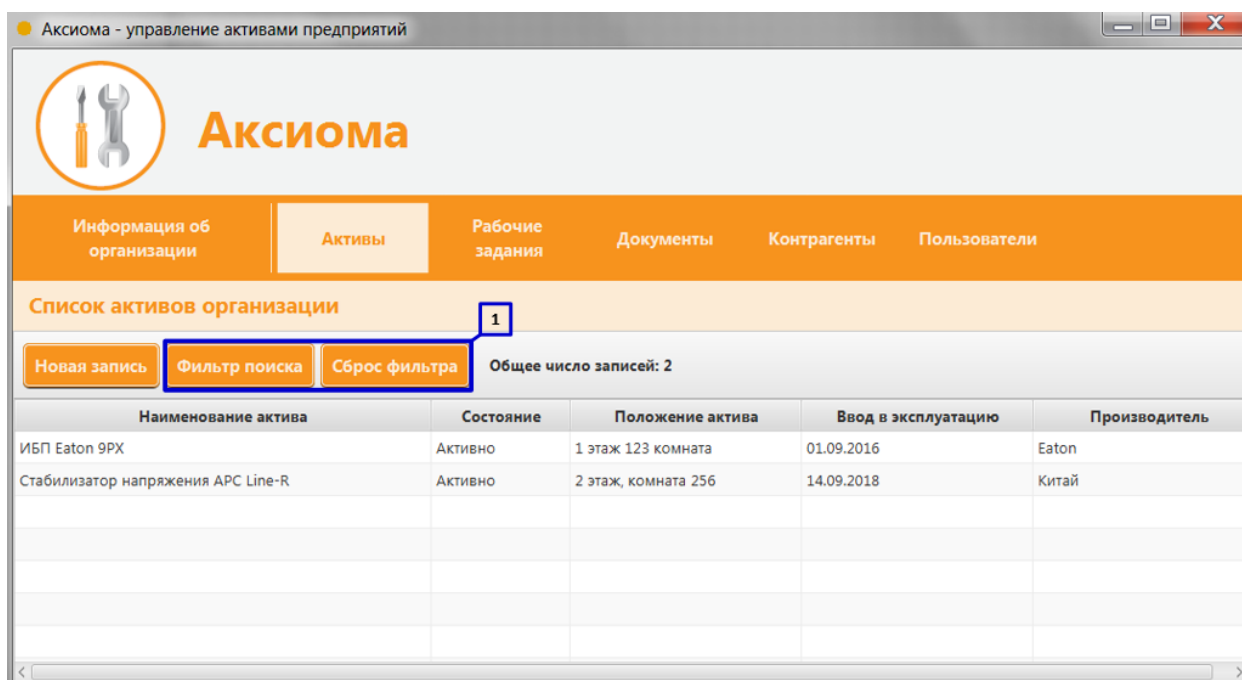

Рисунок 5. Поиск и фильтрация перечня активов
1. Просматривать в виде списка все заведённые в системе активы и осуществлять поиск и фильтрацию (Рисунок 5 пункт 1);